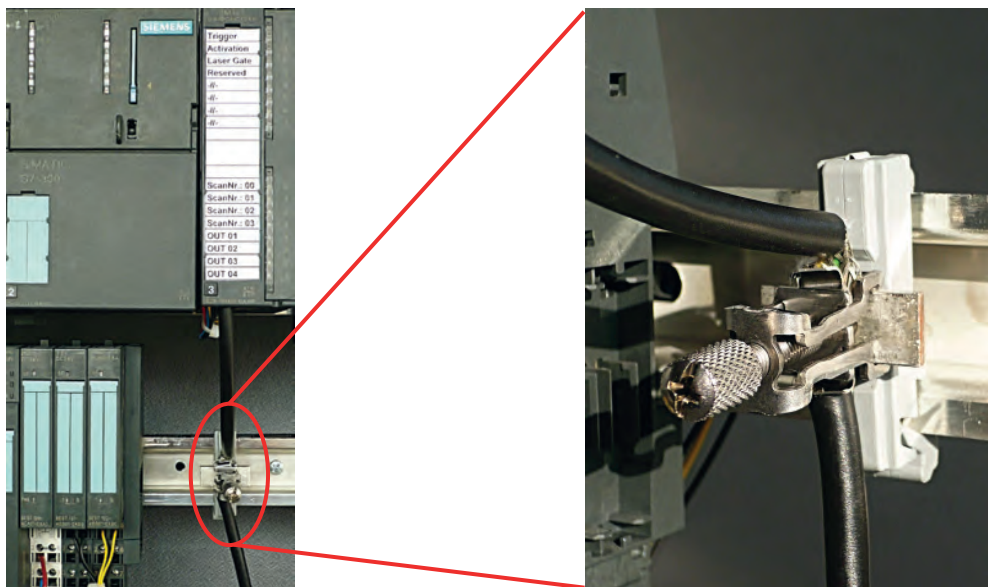

Bild 7.3: Auflegen des Kabelschirms an der SPS
- ↳ Klemmen Sie den Schirm in der SPS flächig auf FE (siehe Bild 7.3).